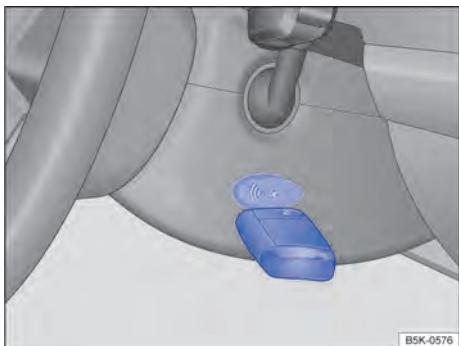

Fig. 92 À direita na coluna de direção: função de partida de emergência em veículos com sistema de travamento e de partida Keyless Access sem chave.
- Manter a chave do veículo diretamente após pressionar o botão de partida à direita da coluna de direção → **Fig. 92**.